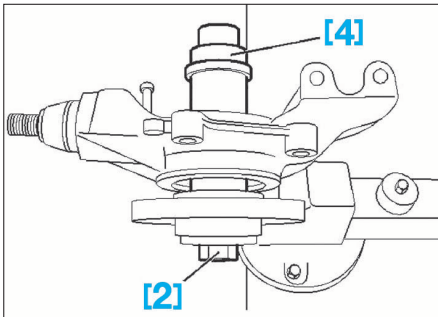

FIG. 35
- Utiliser les outils [2] et [4] pour la repose du moyeu (Fig.35).